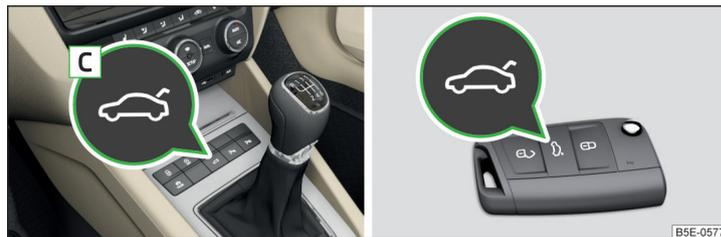

Abb. 44 Taste für die Klappenbedienung / Taste auf dem Schlüssel
- Taste **C** » Abb. 44.
- › Taste **C** » Abb. 44.
Beim Öffnen bzw. Schließen der Klappe mittels der Symboltaste auf dem Schlüssel oder der Taste **C** » Abb. 44 ertönen akustische Signale.